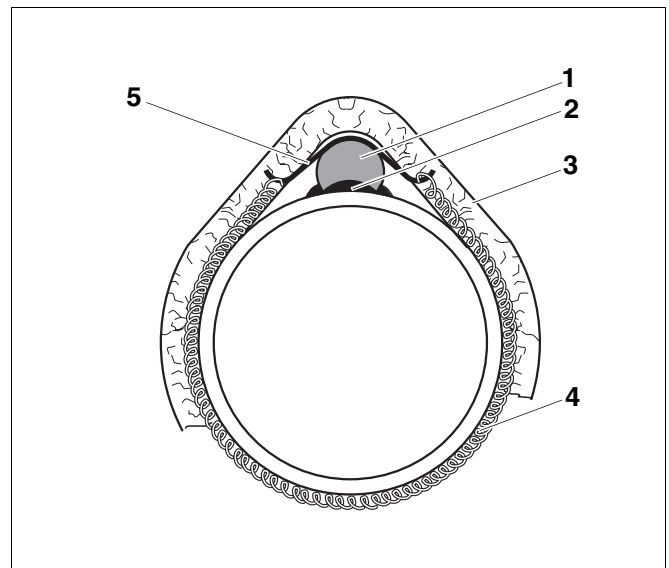

Fig. 2
- Anlege-Temperaturfühler (Fig. 2, **Pos. 1**) dünn mit Wärmeleitpaste (Fig. 2, **Pos. 2**) einstreichen.
- Anlege-Temperaturfühler mittels Halteblech (Fig. 2, **Pos. 5**) und Spannfeder (Fig. 2, **Pos. 4**) am Heizungsvorlaufrohr montieren.
- Anlege-Temperaturfühler mit mindestens 20 cm langem Isoliermaterial (Fig. 2, **Pos. 3**) isolieren.
- Spread thermal conductivity grease (Fig. 2, **Pos. 2**) on the contact temperature sensor (Fig. 2, **Pos. 1**).
- Fix the Temperature Sensor with the mounting bracket (Fig. 2, **Pos. 5**) and the spring (Fig. 2, **Pos. 4**) at the flow pipe.
- Insulate the Temperature sensor (Fig. 2, **Pos. 3**) at least 20 cm (8 in).
- Appliquer une fine couche de pâte de contact (Fig. 2, **Pos. 2**) sur la sonde de température (Fig. 2, **Pos. 1**).
- Fixer la sonde de température de contact à l'aide de la plaque de fixation (Fig. 2, **Pos. 5**) et du ressort (Fig. 2, **Pos. 4**) sur la tuyauterie de départ.
- Isoler la sonde de température de contact avec un morceau d'isolation sur une longueur d'au moins 20 cm (Fig. 2, **Pos. 3**).
- Strijk de aanlegtemperatuurvoeler (Fig. 2, **Pos. 1**) in met een dunne laag warmtegeleidende pasta (Fig. 2, **Pos. 2**).
- Monteer de aanlegtemperatuurvoeler met behulp van een bevestigingsplaatje (Fig. 2, **Pos. 5**) en een spanveer (Fig. 2, **Pos. 4**) op de aanvoerleiding van de verwarming.
- Isoleer de aanlegtemperatuurvoeler met een stuk isolatiemateriaal van ten minste 20 cm (Fig. 2, **Pos. 3**).
- Stendere un velo di pasta conduttiva (Fig. 2, **Pos. 2**) sulla sonda di temperatura a contatto (Fig. 2, **Pos. 1**).
- Montare la sonda di temperatura a contatto al tubo di mandata della caldaia tramite la lamiera di sostegno (Fig. 2, **Pos. 5**) e la molla di tensione (Fig. 2, **Pos. 4**).
- Isolare la sonda di temperatura a contatto con materiale isolante lungo almeno 20 cm (Fig. 2, **Pos. 3**).